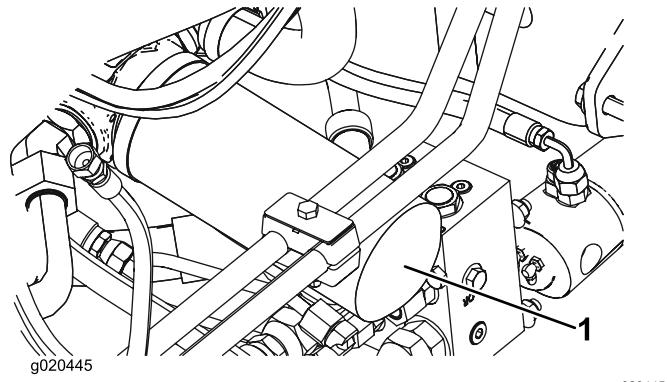

Figura 100
2. Pulite le superfici circostanti il filtro. Collocate una bacinella di spurgo sotto il filtro e togliete il filtro (Figura 100).